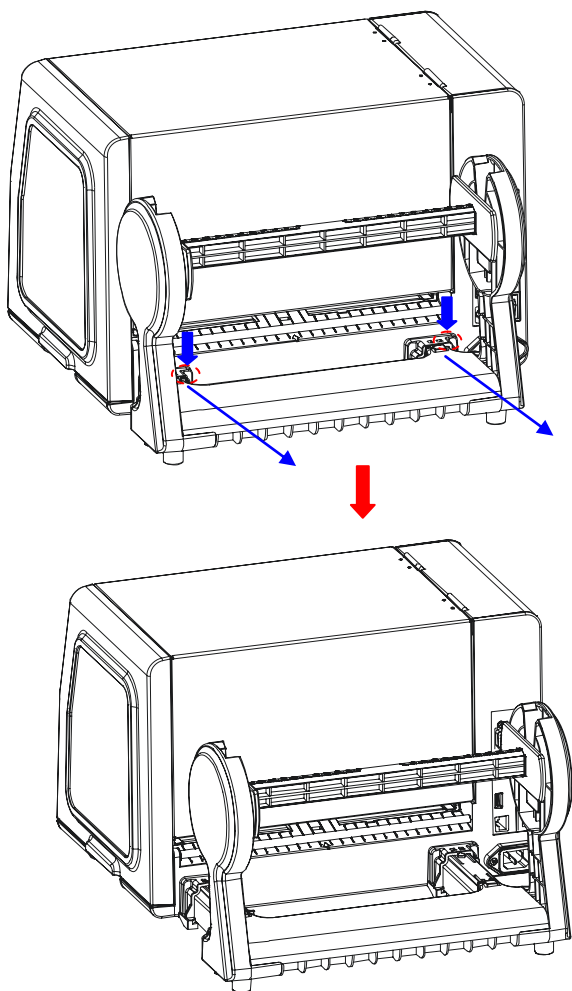

图 9-1
1. 向下同时按住图示（图 9-1）中左右两个按扣，将纸卷仓向后拉出。